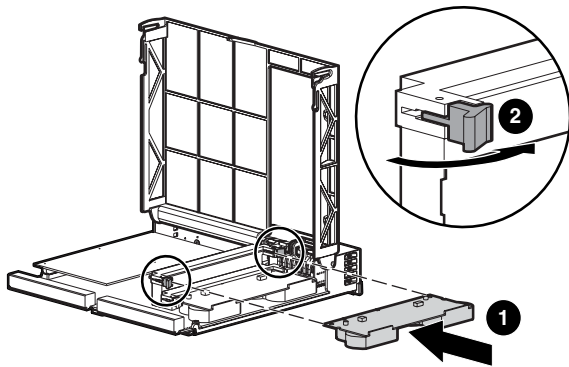

Figura 9: Instalación del módulo
- Deslice el módulo en el Controlador ❶. Asegúrese de que los pestillos laterales enganchan perfectamente ❷. Consulte la Figura 9.